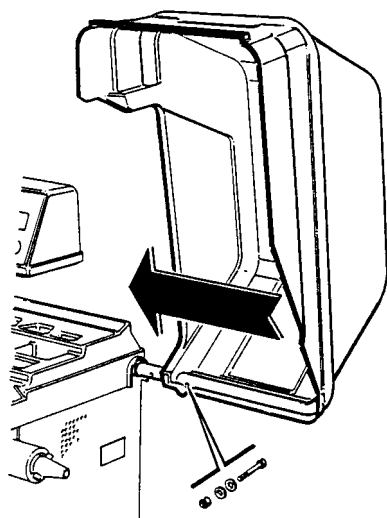

рис.7
- См. **рис. 7** и действовать следующим образом: